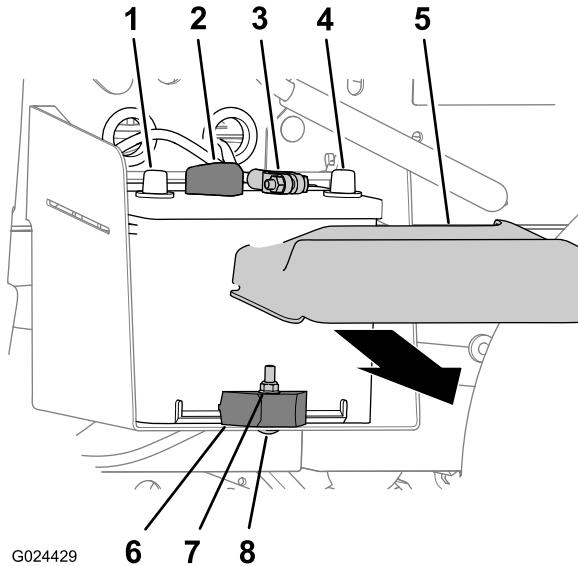

図 48
1. バッテリーカバーを両側からを押すようにしてバッテリー上部からカバーを外す (図 48)。
2. バッテリーの端子からマイナスケーブル黒を外す図 48。
3. バッテリーの端子からプラスケーブル赤を外す図 48。
2. バッテリーをバッテリートレイに固定しているロックナット、キャリッジボルト、バッテリークランプを外す図 48。
3. バッテリートレイからバッテリーを取り出す図 48。
1. バッテリートレイにバッテリー載せる図 48。
- 注** バッテリーのプラス端子とマイナス端子が図 48のように整列するように取り付けること。
2. バッテリークランプ、キャリッジボルト、ロックナットを使って、バッテリーをバッテリートレイに固定する図 48。
1. プラスケーブル赤をバッテリーのプラス端子に接続する図 48。
2. マイナスケーブル黒をバッテリーのマイナス端子に接続する図 48。
3. バッテリー上部に、バッテリーカバーを取り付ける図 48。